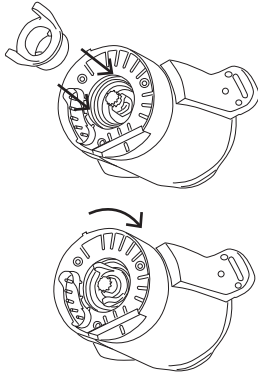

Fig.4
- Para retirar las cuchillas, girar el tensor en el sentido contrario de las agujas del reloj. Mantener la cuchilla sujeta por la parte superior y tirar de ella con cuidado. (Fig. 4)